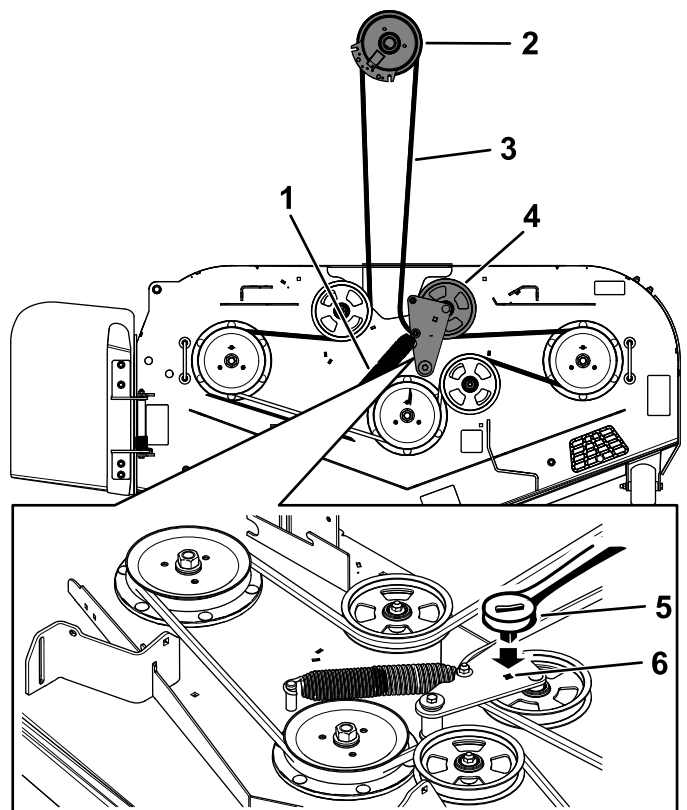

Figura 58
8. Utilice una llave de carraca de $\frac{3}{8}$ " en el taladro cuadrado del brazo tensor para aliviar la tensión del muelle tensor (Figura 58).
10. Instale la guía de la correa en el brazo tensor tensado con muelle (Figura 58).
12. Pase la correa nueva alrededor de las poleas de la segadora y de la polea del embrague, debajo del motor (Figura 58).
13. Instale la guía de la correa en el brazo tensor (Figura 58).
14. Con la ayuda de la llave de carraca de $\frac{3}{8}$ " en el taladro cuadrado, instale el muelle tensor (Figura 58).